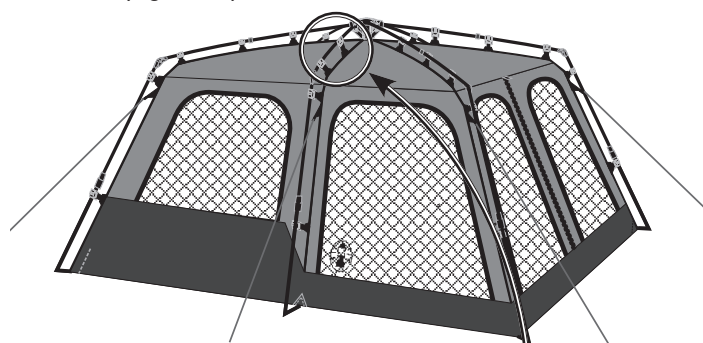

Fig. 7
- Vérifiez que les crochets des bords de la toile soient convenablement attachés aux montants de l'armature. (Fig. 7 et 8)